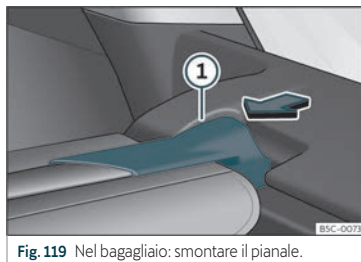

Fig. 119 Nel bagagliaio: smontare il pianale.
• Premere il supporto del pianale >>> **fig. 119** (1) nel senso della freccia.
• Fissare il supporto del pianale >>> **fig. 119** (1) nell'alloggiamento del lato opposto.